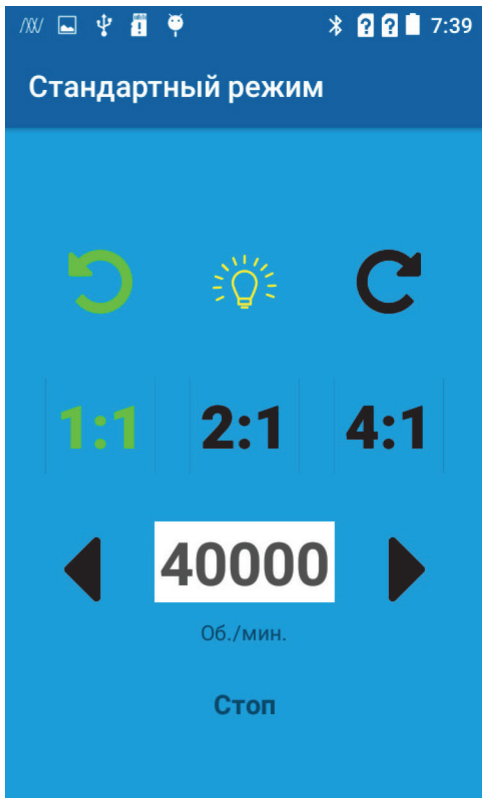

Рис.7. Экран управления стандартным режимом.
2. При переходе в «Стандартный режим» появляется экран, вид которого представлен на Рис.7.